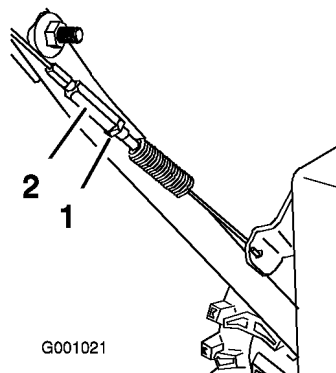

Bild 37
3. Ziehen Sie dann die Klemmmutter fest (Bild 37).